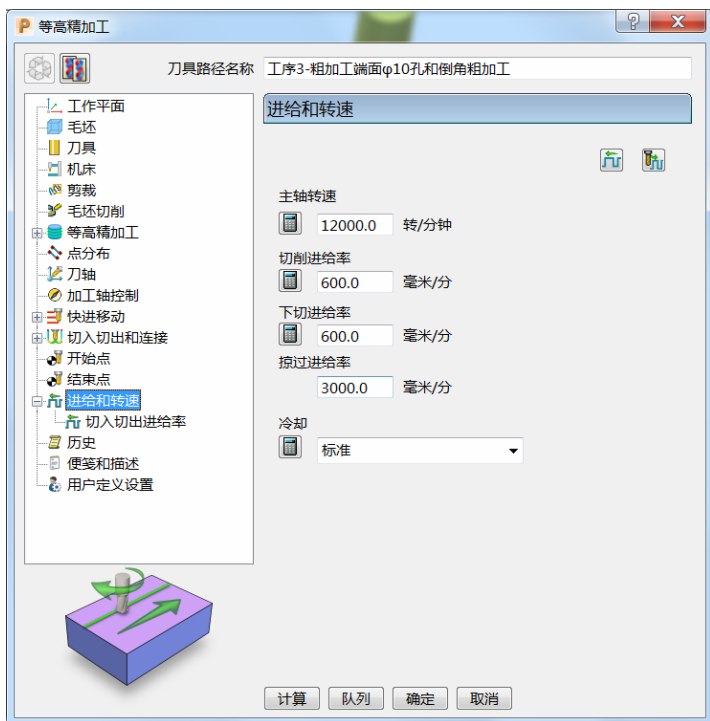
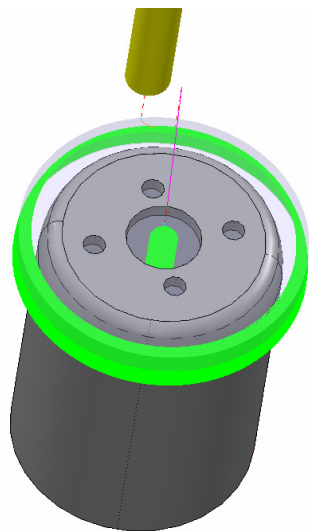

图 2-20
图 2-21
9) 进给和转速：设定主轴转速 12000.0r/min、切削进给率 600.0mm/min、下切进给率 600.0mm/min、掠过进给率 3000.0mm/min，标准冷却。（图 2-20）
10) 单击图 2-20 中的“计算”按钮，刀具路径如图 2-21 所示。